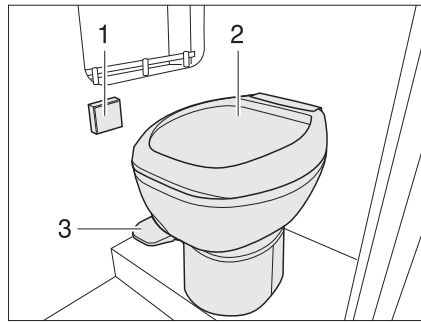
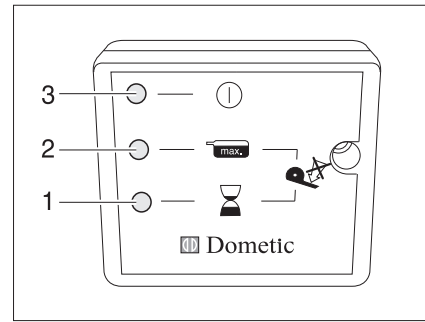

Fig. 242 Inodoro por vacío
Fig. 243 Panel del inodoro por vacío
- Conectar la alimentación de corriente. En panel (Fig. 242,1) se enciende el LED amarillo (Fig. 243,1) por aprox. 1 minuto. En el sistema se crea un vacío.
- Cuando se enciende el LED verde (Fig. 243,3) en el panel, levantar el pedal (Fig. 242,3) brevemente para que entre un poco de agua a la taza del inodoro (Fig. 242,2) y el cierre del fondo quede cubierto de agua.
- Presionar el pedal (Fig. 242,3) unos pocos segundos hacia abajo.
- Levantar el pedal brevemente para que entre un poco de agua a la taza del inodoro (Fig. 242,2) y el cierre del fondo quede cubierto con agua.
El LED rojo (Fig. 243,2) estará iluminado en caso de que se tuviera que vaciar el cassette o haya sido sacado.